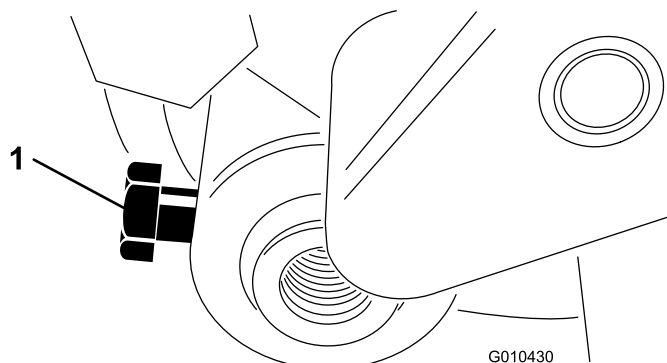

Figura 16
9. Inserte el eje del rodillo en el brazo de ajuste izquierdo y sujételo provisionalmente con un perno (M6-1 x 12 mm), según se muestra en Figura 16.
4. Centre el rodillo entre los brazos de ajuste y apriete los pernos de montaje (ver Figura 16).